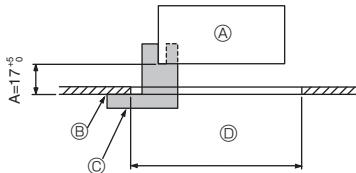

Fig. 9-2
① Gitter	1	950 x 950 (mm)
② Installationsmåler	1	(Delt i fire)
③ Skru (4 x 16)	1	Til PLP-6EAE, PLP-6EALE, PLP-6EALME2
④ i-see sensor-hjørnepanel	1	Til PLP-6EAE, PLP-6EALE, PLP-6EALME2
⑤ Trådløs fjernbetjening	1	Til PLP-6EALM2, PLP-6EALME2
⑥ Holder til fjernbetjening	1	Medfølger hvis udstyret med trådløs fjernbetjening. *
⑦ LR6 AA-batterier	2	Medfølger hvis udstyret med trådløs fjernbetjening. *
⑧ 3,5 x 16 pladeskruer	2	Medfølger hvis udstyret med trådløs fjernbetjening. *
9.2. Forberedelser til fastgørelse af gitteret (Fig. 9-2)
- Juster og kontroller placeringen af hovedenheden i forhold til loftsladen med måler ②, der følger med dette sæt. Hvis hovedenheden ikke placeres korrekt i forhold til loftsladen, kan der opstå luftlækager eller kondensdannelse.